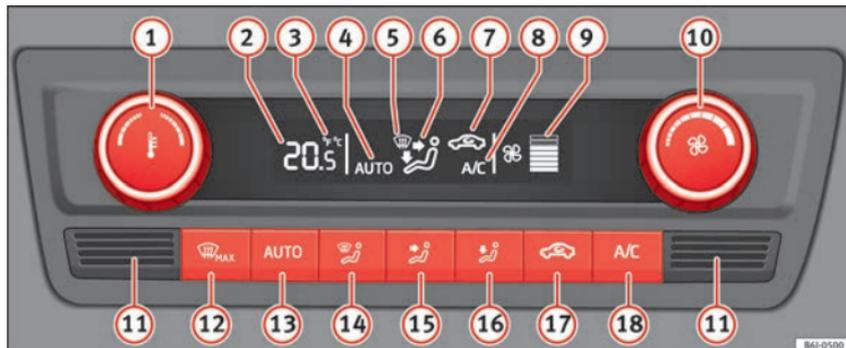

Abb. 167 Climatronic: Bedienelemente
- **A/C** (18) »» Abb. 167 eingeschaltet.
Wenn Sie eine Taste drücken, wird die jeweilige Funktion eingeschaltet und die Klimaautomatik in Betrieb genommen, falls diese ausgeschaltet war, dies erfolgt außer bei Taste (17) »» Abb. 167 (Umluft).
- Drehen Sie den Schalter (10) nach links, bis sich die Segmente der Spalte (9) »» Abb. 167 ausschalten.
- Drücken Sie die Taste   » » **Abb. 167**.
Drücken Sie gleichzeitig **2 Sekunden** lang die Tasten  und  » » **Abb. 167**. Auf dem Display erscheinen die Daten in der gewünschten Einheit.
- **Im unteren Teil befindet sich der Innenraumtemperatursensor  » » **Abb. 167**. Überkleben oder überdecken Sie den Sensor nicht, da sonst die Climatronic ungünstig beeinflusst werden könnte.**
- Drücken Sie die Taste   » » **Abb. 167**. Auf dem Display erscheint **AUTO**.
- Nach dem Einschalten der Zündung können Sie mit dem Drehregler  » » **Abb. 167** die gewünschte Innentemperatur einstellen.
- Drücken Sie die Taste   » » **Abb. 167**. Das Symbol  erscheint auf dem Display.
- Drücken Sie die Taste   » » **Abb. 167**. Das Symbol  auf dem Display verschwindet.
- Drehen Sie den Regler **10** » **Abb. 167** nach links (Gebläsedrehzahl verringern) bzw. nach rechts (Gebläsedrehzahl erhöhen).
- Drücken Sie die Taste **MAX** **12** » **Abb. 167**.
» **Abb. 167** oder drücken Sie die Taste **AUTO**.